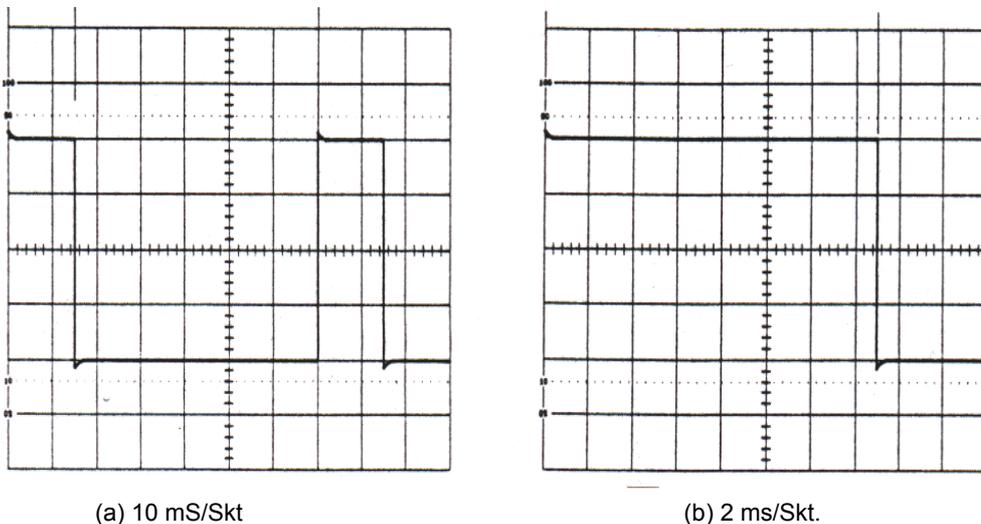

Abb. 3-3: Zeitdifferenzmessungen
Als Periodendauer bezeichnet man die Zeit eines Signals, die bis zum Erhalt einer vollständigen Periode dieses Signals verstreicht. Im Beispiel der Abbildung 3-3 a entspricht der Abstand (A) zu (C) einer Periode des Signals. Der Zeitbasisregler ist auf eine Empfindlichkeit von 10 ms/Skt eingestellt und so errechnet sich die Periodendauer im Beispiel der Abb. 3-3 a zu 70 ms (7 hor. Sekt. x 10 ms = 70 ms).
Die Impulsbreite entspricht im Beispiel der Abb. 3-3 a dem Abstand (A) zu (B). Dieser Abstand beträgt im Beispiel 1,5 Sektionen, so daß sich hieraus die Impulsbreite zu 15 ms errechnet.
1,5 Sektionen sind jedoch für exakte Messungen nicht ausreichend und so ist eine schnellere Ablenkgeschwindigkeit (im Beispiel der Abb. 3-3 b 2 ms/Skt) zum Erhalt einer größeren Impulsbreite empfehlenswert. Ist die Impulsbreite immer noch nicht ausreichend, Dehnungsregler (25) VARIABLE ziehen. Das Signal wird dann 10fach gedehnt dargestellt. Anschließend Signal mit dem horizontalen Lageregler (26) neu und gut sichtbar am Bildschirm ausrichten.